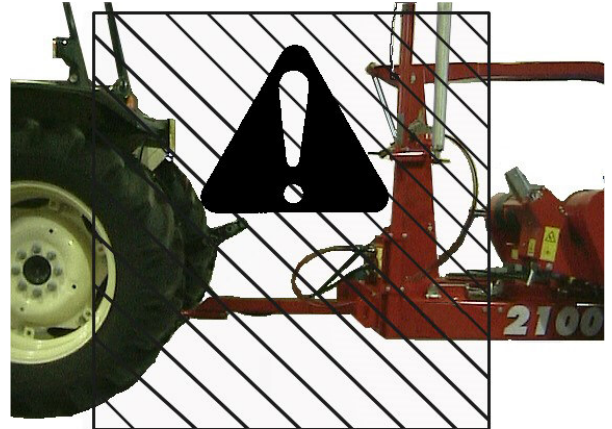

fig. 3 – Zone de danger
- Il est absolument interdit de se placer entre le tracteur et la machine à moteur allumé (Fig. 3) sans même avoir serré le frein de stationnement et avoir mis des cales appropriées sous les roues.